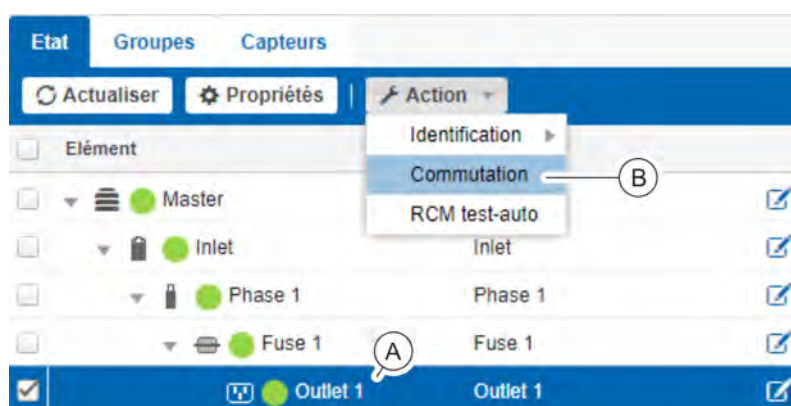

Fig. 101 : Menu « État » – Onglet « État »
2. Dans l'onglet « État », sélectionner la prise ou le groupe de prises souhaité (Fig. 101 /A).
3. Appuyer sur « Action → Commutation » (Fig. 101 /B) pour ouvrir la fenêtre « Commutation ».